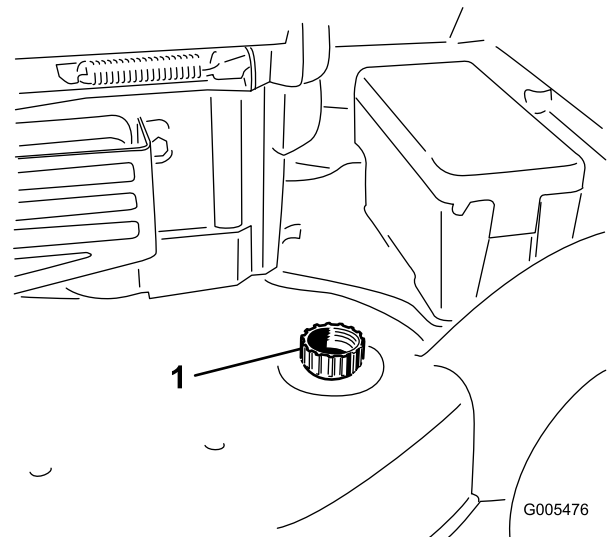

Figure 44
3. Branchez un tuyau d'arrosage, relié à une arrivée d'eau, au raccord de lavage du carter de la tondeuse (Figure 44).